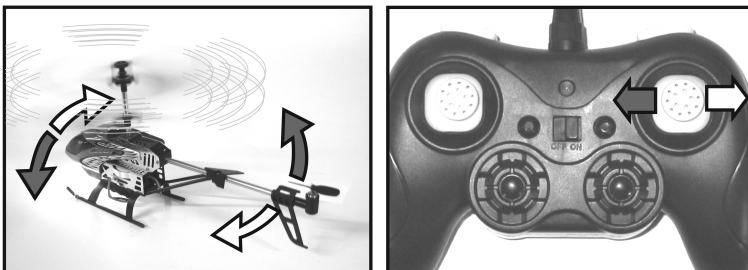

Afbeelding 9
Met behulp van de pitch-functie wordt de vlieghoogte van de helikopter beïnvloed (zie afbeelding 9). De bediening gebeurt met de linker stuurknuppel (zie afbeelding 1, pos. 8). Daartoe kan deze van de middelste stand uit naar boven en naar beneden worden bewogen. Daar de invalshoek van de rotorbladen niet gewijzigd kan worden, gebeurt de regeling van de vlieghoogte via een gezamenlijke toerentalwijziging van beide rotoren.